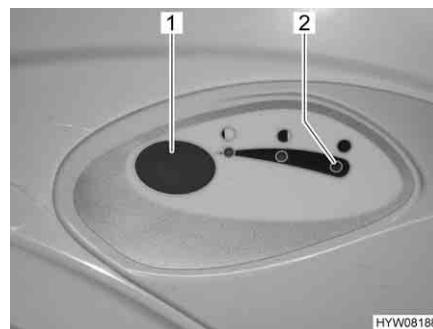

Bild 196 Spolknapp/kontrollampa Thetford-toalett
- För att spola, tryck på den blå spolknappen (Bild 196,1).
Kontrollampan (Bild 196,2) lyser när latrintanken måste tömmas.